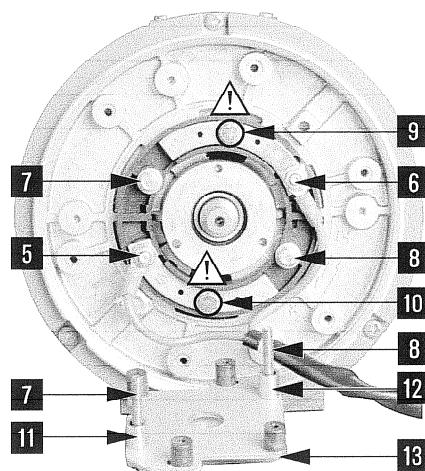

Fig. 2
4. Anschlusskabel gemäss Fig. 2 verlegen; dazu Schrauben [5] und [6] (SW 7 mm) leicht lösen, anschliessend wieder festdrehen. Schrauben [7] und [8] herausdrehen (SW 7 mm).
5. Beruhigungsjoch (Blech) [13] gemäss Fig. 2 unten mit Schrauben M4 × 30 mm inkl. U-Scheiben (von Schrauben [7] und [8]) und Messing-Distanzhülsen [11] und [12] bestücken, Gewinde leicht fetten.